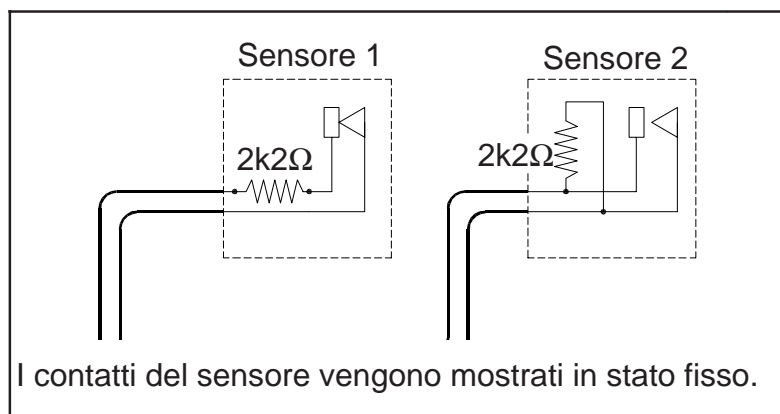

Figura 9
Le resistenze di supervisione sono in serie con i contatti Normalmente Aperti (NA) o in parallelo con i contatti Normalmente Chiusi (NO). Con riferimento alla Figura 9, dal momento che il sensore 1 ha bisogno dei contatti da aprire in una condizione di allarme, esso ha la resistenza in serie. Il Sensore 2 ha bisogno del contatto da chiudere in una condizione di allarme, per cui ha la resistenza in parallelo.